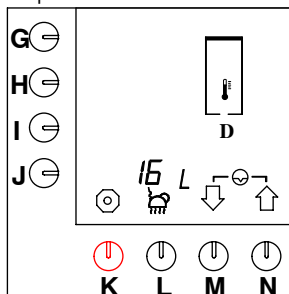

Fig. 54 Reimpostazione del contatore dei giorni dell'impianto HW
- Premere il tasto di selezione (M.) $\downarrow$ fino a che sullo schermo viene visualizzato quanto illustrato nella fig. 54 .